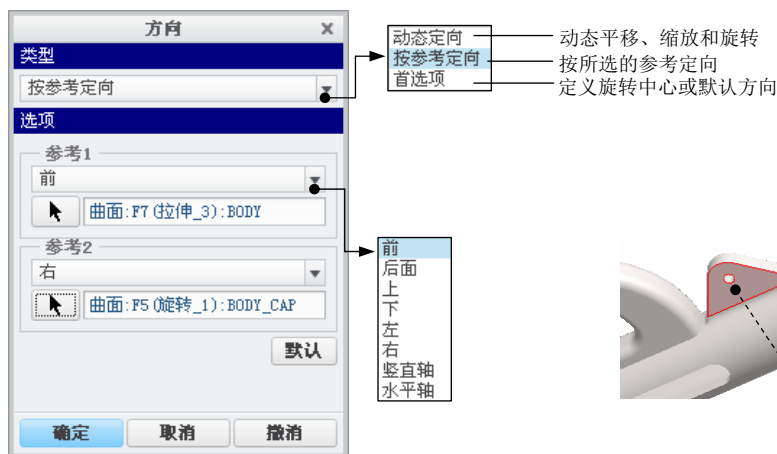

图 9.1.2 “方向”对话框
Step3. 选择 **编辑** **重新定义** 命令，系统弹出“方向”对话框；在 **类型** 下拉列表中选择 **按参考定向**，如图 9.1.2 所示。